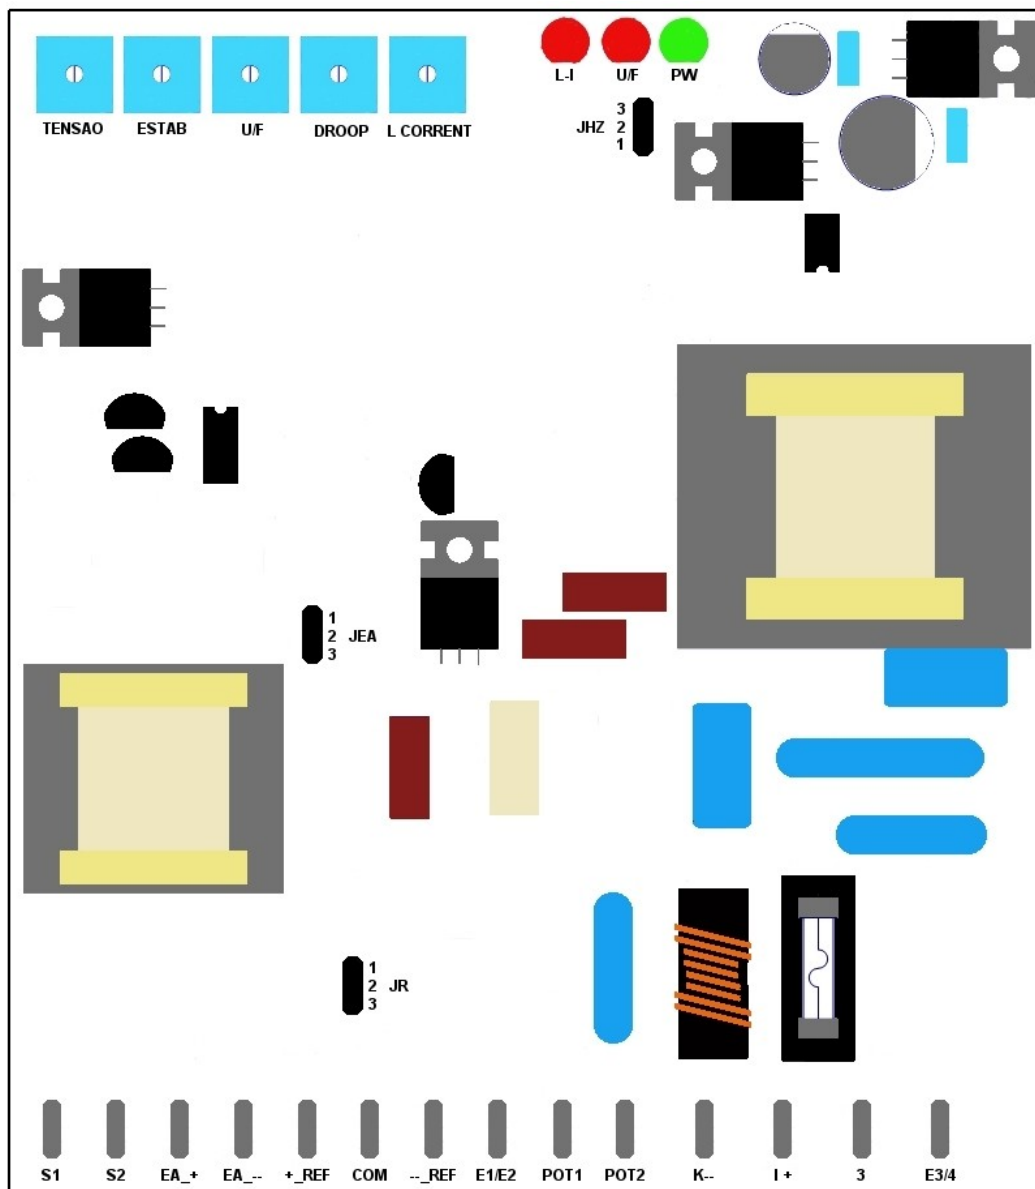

Figura 5-1: Disposição dos Componentes
Os trimpots para ajustes estão dispostos na parte superior esquerda do regulador próximo ao envólucro metálico. A **figura 5-1** do **item 5**, ilustra a localização dos trimpots no regulador.
A localização dos jumper's no regulador bem com sua numeração de terminal pode ser observada na **figura 5.1, item 5**.